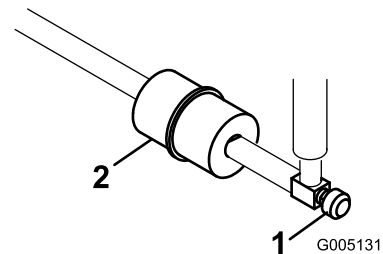

Bild 43
Der Kraftstofffilter befindet sich in der Kraftstoffleitung zwischen dem Tank und dem Vergaser (Bild 43).
1. Schließen Sie den Kraftstoffhahn (Bild 43).
2. Legen Sie eine Ablaufwanne unter den Filter, lockern die Schlauchklemme an der Vergaserseite des Filters und ziehen die Kraftstoffleitung vom Filter ab (Bild 43).
3. Lösen Sie die andere Schlauchklemme und entfernen den Filter (Bild 43).